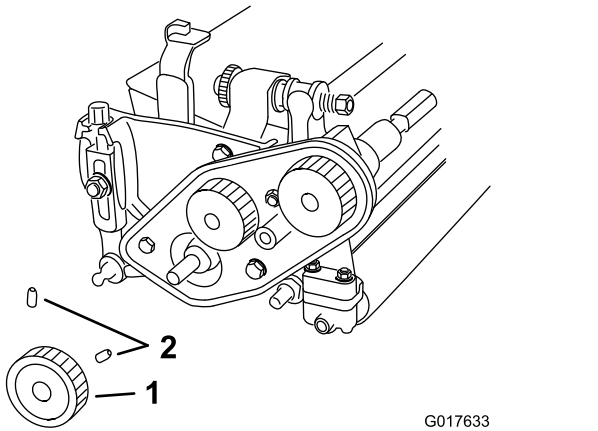

Figura 7
3. Afloje los 2 tornillos de fijación que sujetan la polea inferior y retire la polea del eje del molinete (Figura 7).